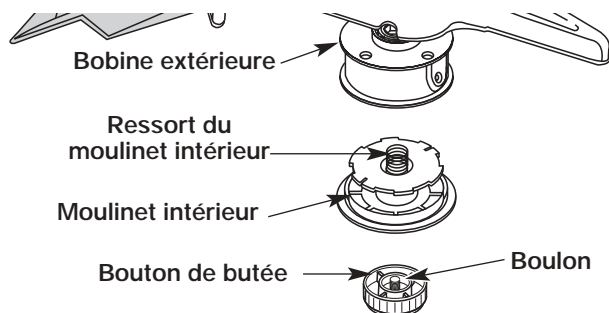

Fig. 32
1. Tenez la bobine extérieure d'une main et dévissez le bouton de butée vers à droite (Fig. 32). Inspectez le boulon à l'intérieur du bouton de butée pour vous assurer qu'il se déplace librement. Remplacez le bouton de butée s'il est endommagé.
2. Retirez le moulinet intérieur de la bobine extérieure (Fig. 32).
3. Retirez le ressort du moulinet (Fig. 32).
2. Retirez l'ancien moulinet intérieur de la bobine extérieure (Fig. 32).
3. Retirez le ressort de l'ancien moulinet intérieur (Fig. 32).